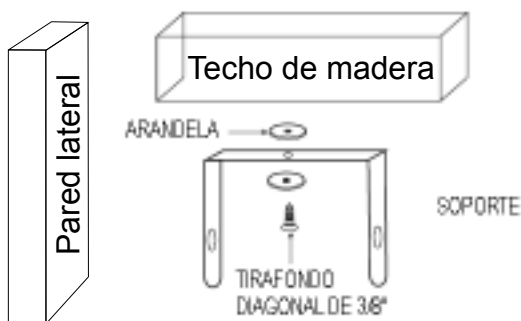

Figura 4a. Montaje de un solo tornillo
NOTA: Si desea que el calefactor gire hacia la derecha o hacia la izquierda, se recomienda agregar una arandela a ambos lados del soporte. Es posible que se necesite un tirafondo más largo para sujetar la unidad correctamente. Consulte la figura 4a.
1. Para girar la unidad, cuando esta se ha instalado con un solo tirafondo (como se muestra en la figura 4a), simplemente gire todo el calefactor según sea necesario. La unidad no se puede girar en sentido horizontal si se instaló con 2 tirafondos.
1. Para girar la unidad cuando se ha instalado con un solo tornillo tirafondo largo (como se muestra en la figura 4a), simplemente gire el calefactor según sea necesario. La unidad no se puede girar horizontalmente si ha sido instalada con 2 tornillos tirafondo.